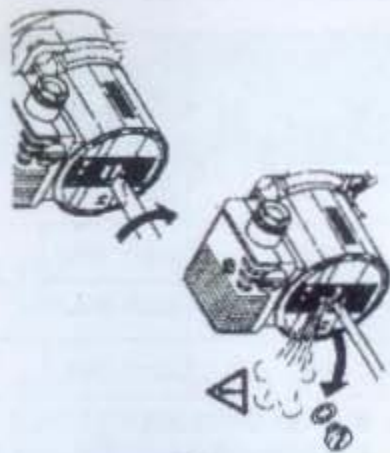

图6.3
4. 试运行时,若水泵未能正常启动,可能泵腔中存在空气或者水泵电机被卡死,则水泵需要按图6.3进行操作,用合适的螺丝刀小心打开水泵尾端的放气塞放气。放气后,利用水泵电机轴尾端的沟槽,用螺丝刀转动水泵转子。操作过程中注意保护电气部件以免被泄露出来的水淋湿。